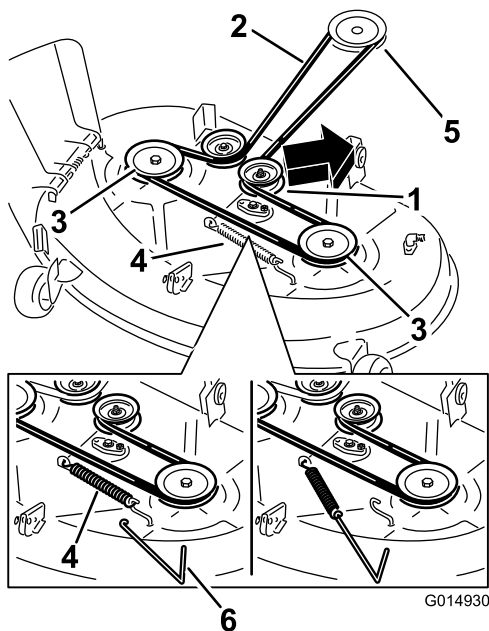
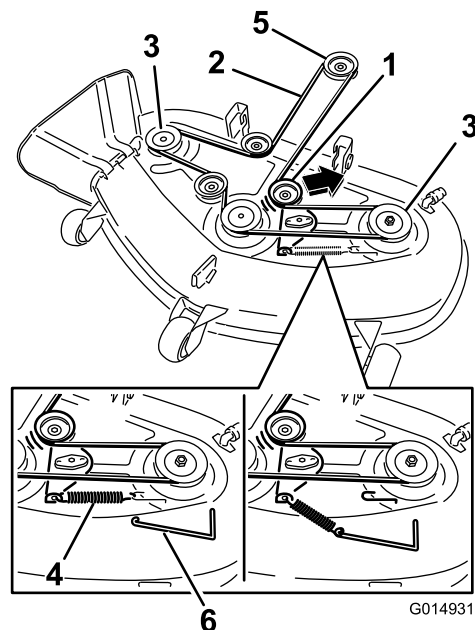

Figura 72
Figura 73
6. Usando una herramienta para la retirada de muelles (Pieza Toro 92-5771), retire el muelle tensor del gancho de la carcasa para eliminar la tensión de la polea tensora, y retire la correa de las poleas (Figura 72 y Figura 73).
7. Pase la correa nueva alrededor de las poleas del motor y del cortacésped (Figura 73).
8. Usando una herramienta para la retirada de muelles, instale el muelle tensor sobre el gancho de la carcasa y tense la polea tensora y la correa del cortacésped (Figura 72 y Figura 73).